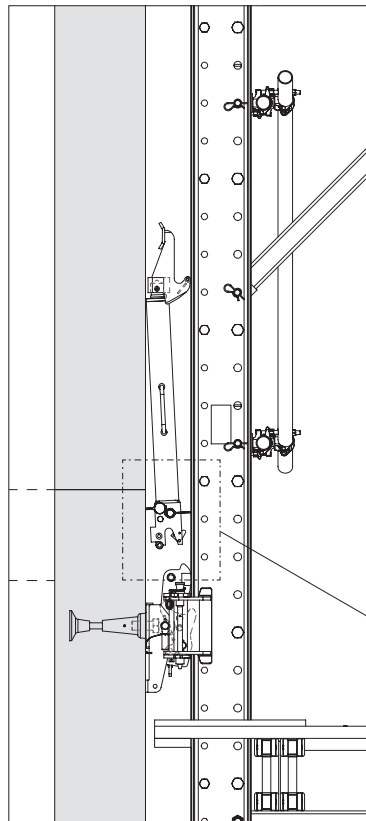

Fig. D7.15
2. Inclinare all'indietro il dispositivo di ripresa, azionare la leva di bloccaggio (**60.6**) sulla base del cilindro ed estrarre il dispositivo di ripresa. (Fig. D7.15 + D7.15a)